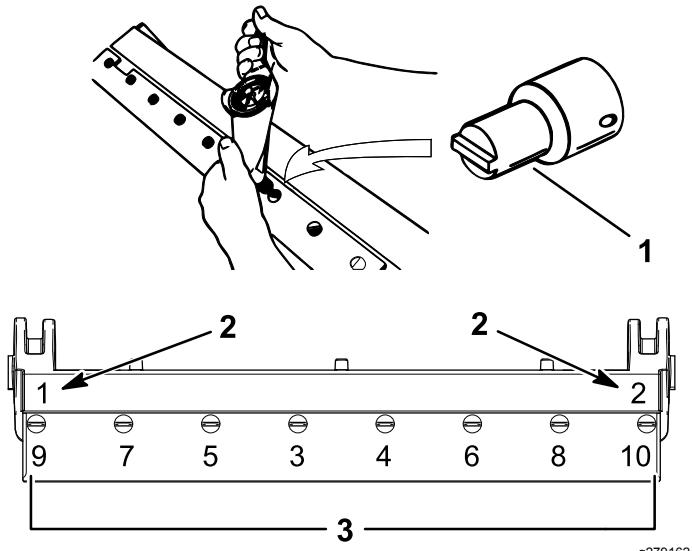

Figure 42
- A. Serrez les 2 vis à extérieures à 1 N·m ; voir Figure 42.
- B. En partant du centre de la contre-lame, serrez les vis à un couple de 23 à 28 N·m ; voir Figure 42.